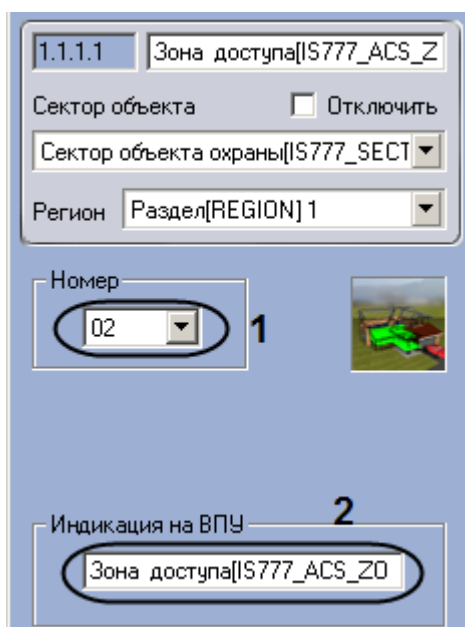

Рис. 3.2—6. Настройка зоны доступа
2. Выбрать из раскрывающегося списка **Номер** аппаратный адрес зоны доступа (см. Рис. 3.2—6, 1).
3. Ввести в поле **Индикация на ВПУ** имя, которое зона будет иметь на дисплее ВПУ (см. Рис. 3.2—6, 2).